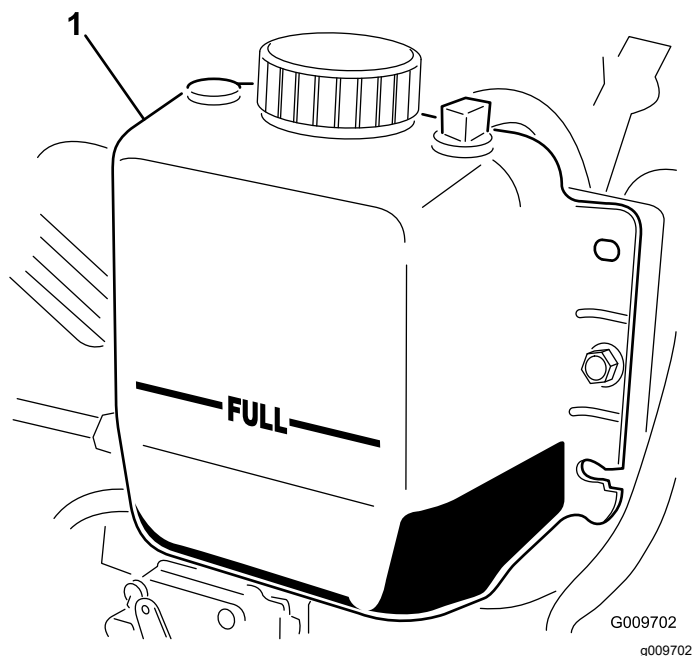

Рисунок 116
3. Проверьте уровень охлаждающей жидкости в радиаторе. Радиатор должен быть заполнен до верха заливной горловины, а расширительный бачок — до метки FULL (Полный) (Рисунок 116).